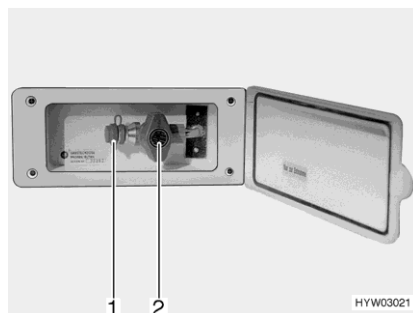

Bild 128 Extern gasanslutning
- Anslut den externa gasapparaten till anslutningar (Bild 128,1).
- Öppna gasavstängningsventilen (Bild 128,2).